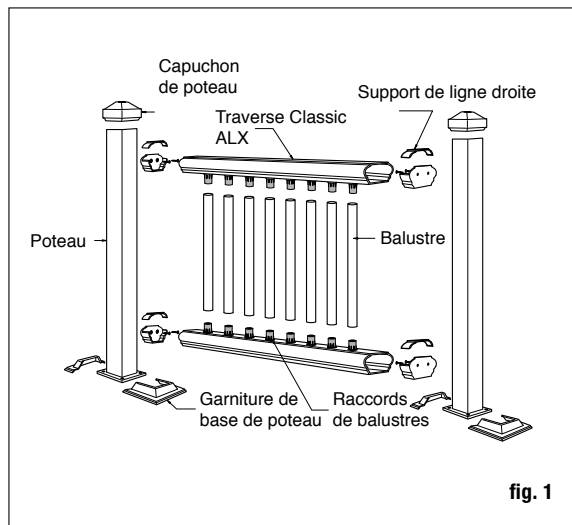

fig. 1
**Étape 7** Mesurez la distance entre les poteaux installés afin de déterminer la longueur des traverses du haut et du bas (fig. 1). Déposez la traverse inférieure sur la terrasse. La distance entre le poteau et le premier balustre devrait être inférieure à 10 cm (4 po) et égale aux deux extrémités. Marquez l'angle et la longueur. Faites de même avec la traverse supérieure. Retirez un autre 5 mm (13/64 po) aux deux extrémités (10 mm (13/32 po) en tout) pour l'ajustement du support entre la traverse et le poteau. Taillez au besoin les traverses du haut et du bas.